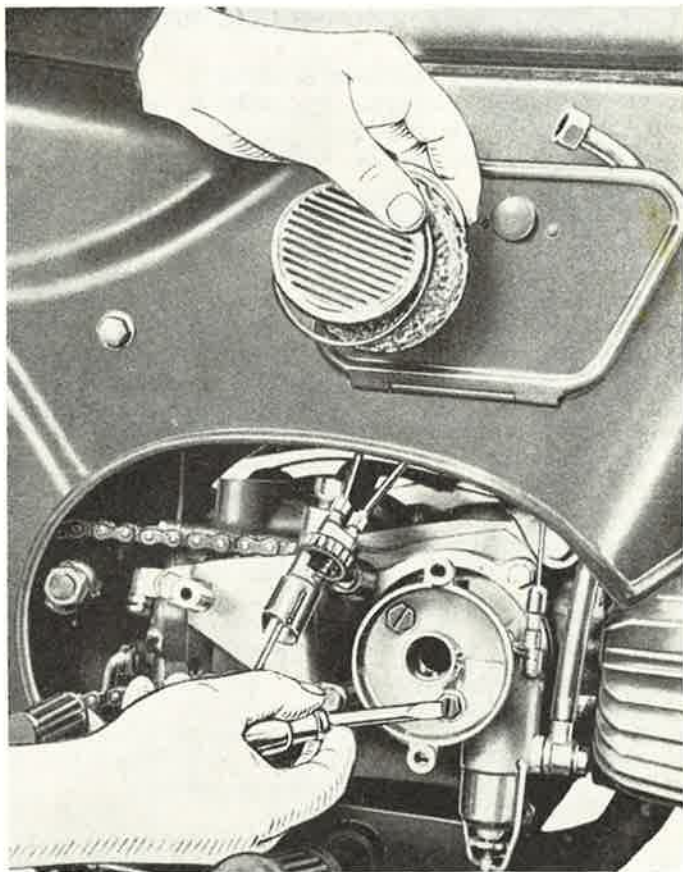

Fig. 9
- Sacar los tornillos de fijación del carburador (ver fig. 9).